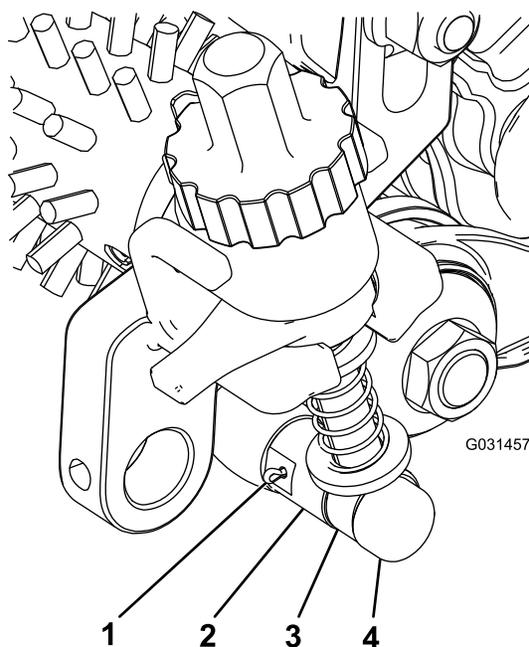

Figure 23
4. Alignez la tige du bras de réglage situé près de la poulie de tension et le manchon de réglage du galet de tension, et fixez-le à l'aide d'une goupille de réglage et d'une goupille fendue (Figure 23).